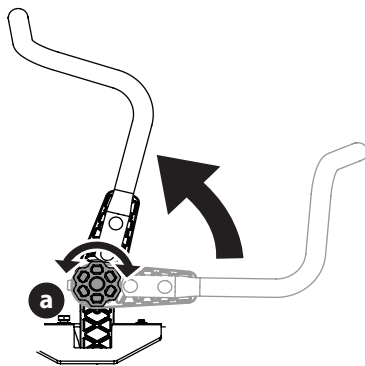

Figura 13
1. Gire la perilla (a) en el sentido contrario a las agujas del reloj para aflojar la perilla (a) (Figura 13).
3. Gire la perilla en el sentido de las agujas del reloj para asegurar la palanca de control de la transmisión en su posición (Figura 13).